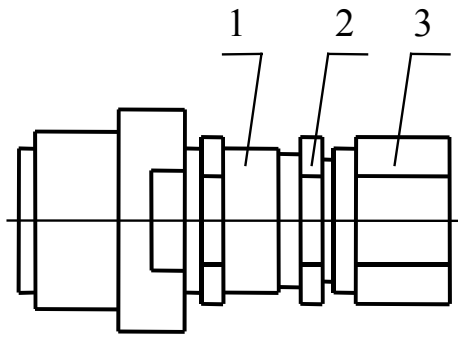

Рис. 8.4 Кабельный ввод для кабеля проложенного в металлической трубе.
8.6.9. При прокладке кабеля в трубе навернуть поворотный соединитель 3 (рис.8.4) на трубу.